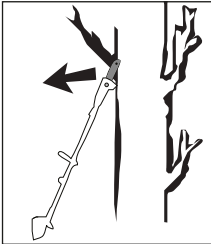

Fig. 2
- Puede producirse un retroceso si la punta de la espada **16** entra en contacto con un objeto o si la madera se arquea y la cadena de la sierra **17** queda atrapada en la sección de corte (consulte la fig. 2).